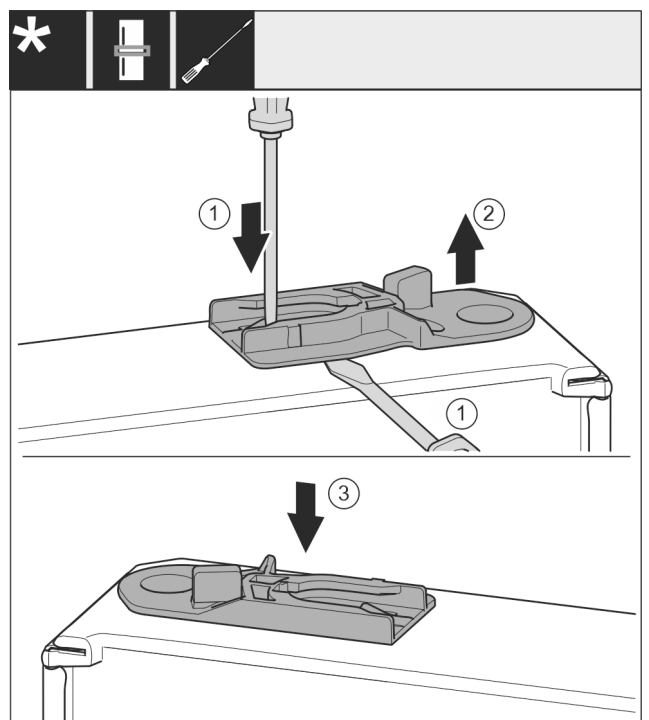

Fig. 34
Führungsbuchse herausziehen: Lasche Fig. 34 (1) mit Schlitzschraubendreher drücken und gleichzeitig mit Schlitzschraubendreher unter Führungsbuchse Fig. 34 (2) fahren.
Im Lieferumfang beiliegende Führungsbuchse Fig. 34 (3) auf anderer Gehäuseseite einschieben.